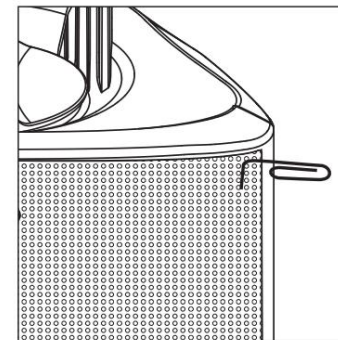

FIGURA 5: Scoateți grila cu o clemă.
1. Separați componentele difuzorului: Scoateți suporturile și butoanele de susținere. Scoateți cu grijă grila prinzând-o cu o clemă îndoită și trăgând-o ușor de carcasă [Figura 5].